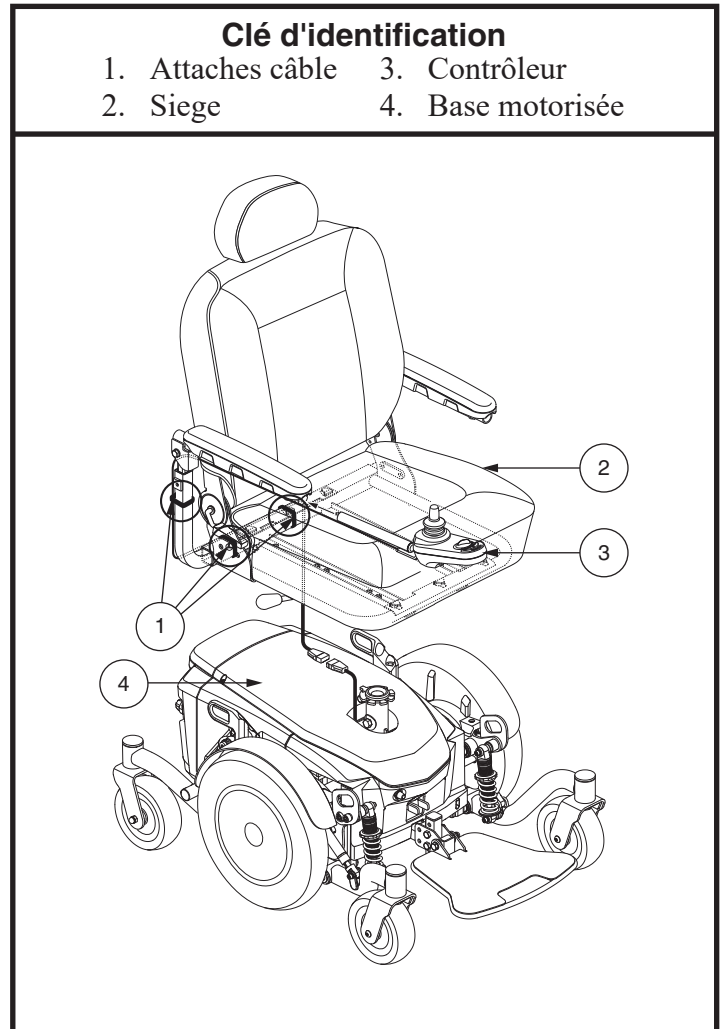

Figure 7. Assise et module de commande
1. Déposez le assise sur la base motorisée. Voir la figure 7.
3. Relevez l'accoudoir à la verticale, passez le câble du contrôleur selon la figure 7 et fixez-le avec des attaches pour câbles.